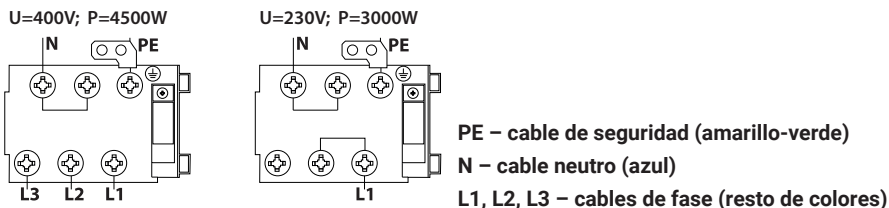

Fig. 2 - Etiqueta de esquema de conexión
- Los equipos manuales (801505, 801506, 801507, 801516, 801517) provistos de conexión de alimentación a la caja de conexiones se pueden conectar de dos maneras distintas, conforme al esquema colocado en la etiqueta (fig. 2), situado en la parte posterior del aparato. La conexión estándar se realiza a una fuente de alimentación de 400V. El tipo y clase de cable se especifica en la tabla del punto 3.